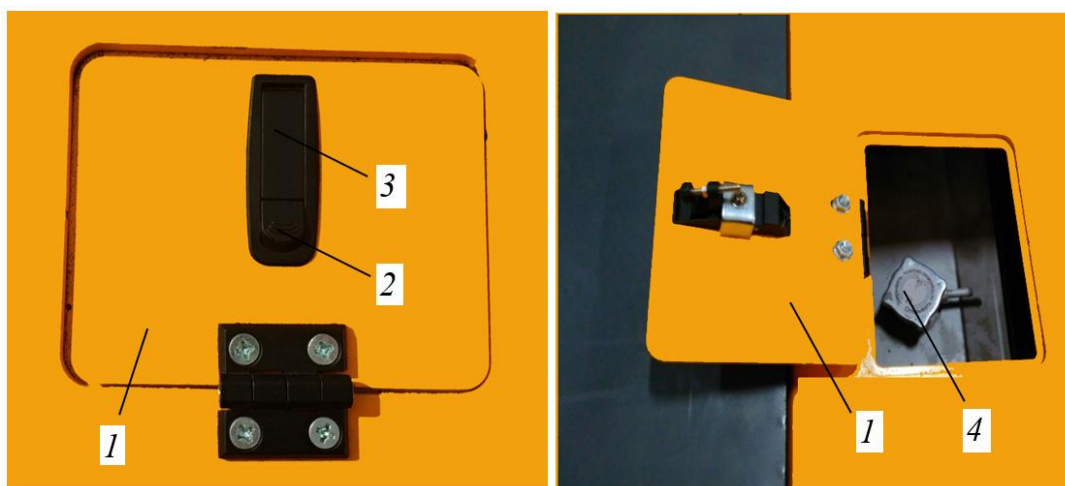

Рисунок 5.30. Лючок в лобовине рамы
- ▶ Открыть крышку лючка в лобовине рамы, см. рис. 5.30.
Для открытия лючка необходимо нажать на фиксатор замка 2, поднять вверх до упора замок крышки лючка 3, открыть крышку лючка 1, как показано на рис. 5.30 справа.
- ▶ Осторожно приоткрыть крышку наливной горловины 4, рис. 5.30, повернув ее против направления часовой стрелки.
- ▶ Открыть крышку наливной горловины 4, рис. 5.30.